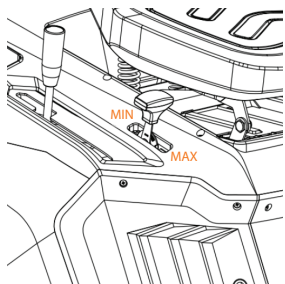

Рис. 16
- Переведите рычаг управления дроссельной заслонкой в положение «MAX» (Рис. 16).
- Переключите рукоятку дроссельной заслонки в положение максимальной скорости «MAX» (Рис. 16).
- Переключите рычаг дроссельной заслонки в положение минимальной скорости «MIN» (Рис. 16).